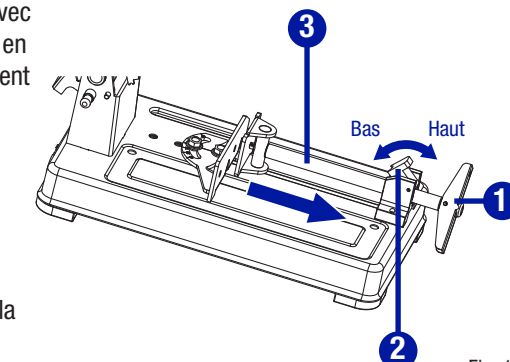

Fig. 13
**UTILISER LE LEVIER DE BLOCAGE RAPIDE ET L'ÉTAU (Fig. 13)**